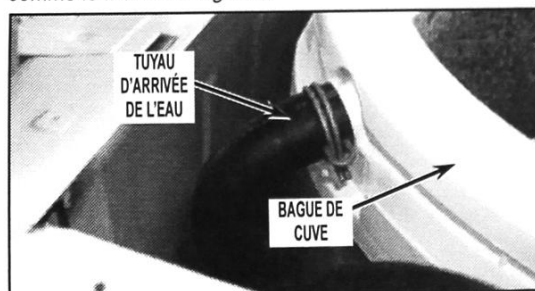

FIGURE 5
8. Débrancher le tuyau d'arrivée d'eau de la bague de cuve comme le montre la Figure 5.